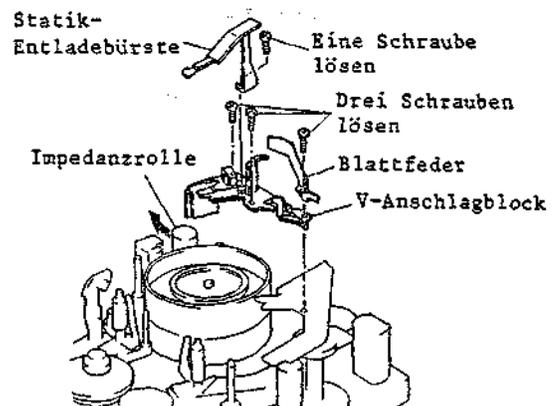

Abb. 2-89 Ausbau des V-Anschlagblocks
3-38 Ausbau des V-Anschlagblocks (Abb. 2-89)
1. Eine (1) Befestigungsschraube der Statik-Entladebürste lösen (siehe Abb. 2-89).
2. Drei (3) Befestigungsschrauben des V-Anschlagblocks lösen.
4. Den V-Anschlagblock ausbauen (siehe Abb. 2-89).